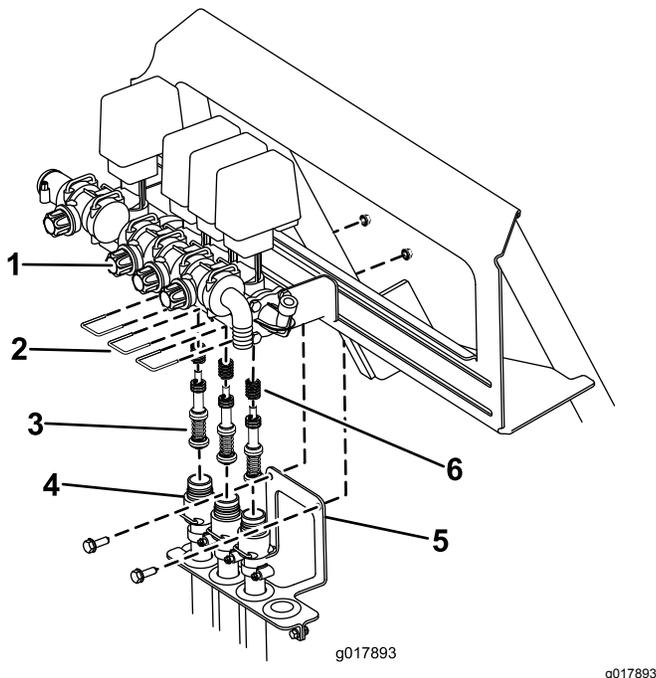

Figura 70
B. Rimuovete le 3 forcelle che fissano le relative sedi al gruppo valvola (Figura 70).
- C. Togliete le due viti e i dadi che fissano le staffe del cablaggio del flessibile al telaio dell'irroratrice (Figura 70). Abbassate i tubi dal gruppo valvola.
- D. Usate una chiave Allen per rimuovere le viti che fissano i gruppi pistone nel gruppo valvola. Non dimenticate le molle nella valvola (Figura 70).